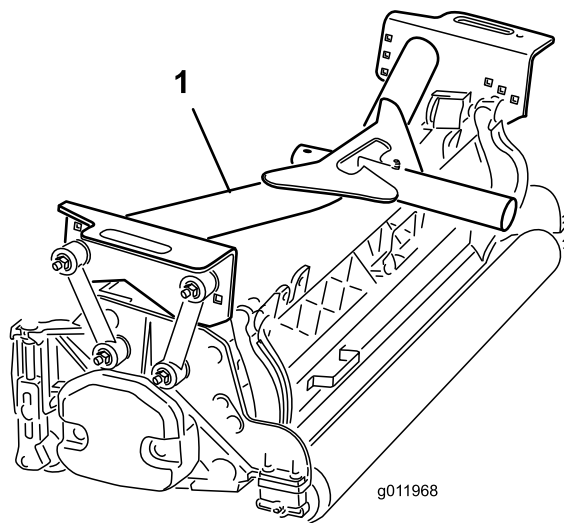

Bild 16
- Setzen Sie einen vorderen Trägerrahmen (Bild 16) auf jedes Frontmähwerk.